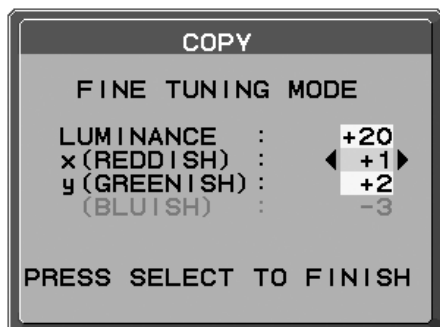

Figure C.6
10. Lorsque le message de mode DE MISE AU POINT FINE (**Figure C.6**) s'affiche, appuyez sur SELECT si le résultat de la copie est satisfaisant. Sinon, procédez manuellement à la mise au point fine du point blanc à l'aide des touches « GAUCHE » et « DROITE » et appuyez sur SELECT.